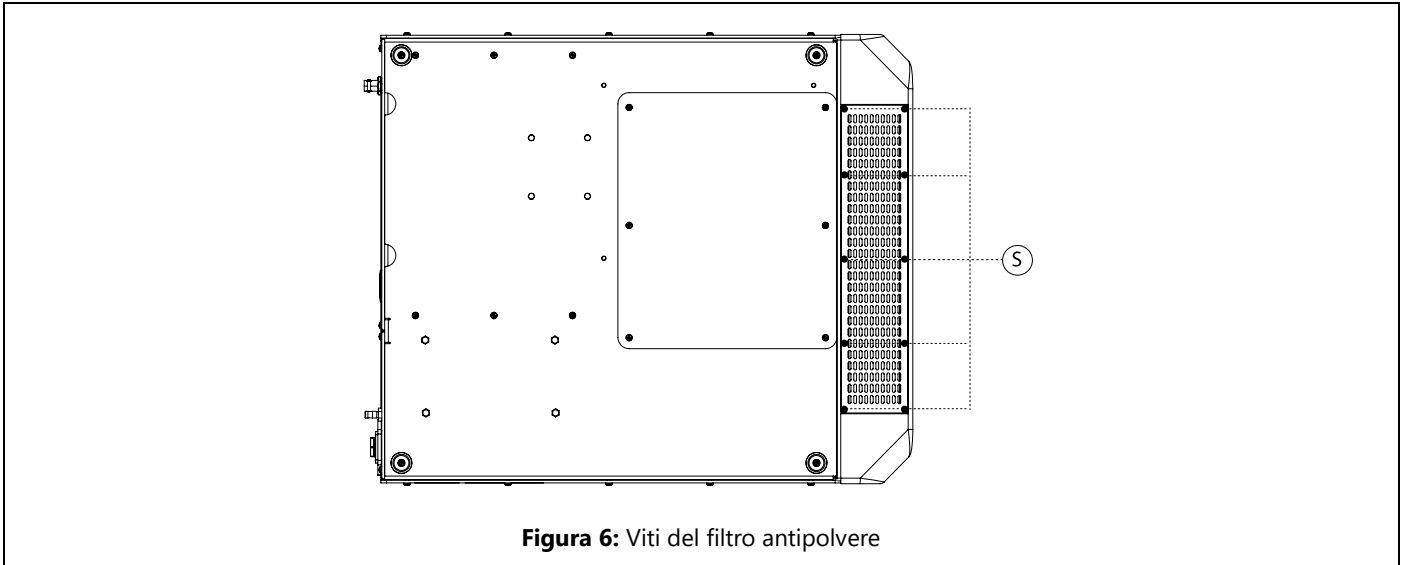

Figura 6: Viti del filtro antipolvere
4. Rimuovere gli elementi di supporto del filtro antipolvere, svitando le viti S (Figura 6). Ripetere l'operazione per tutti i filtri antipolvere di GI Genius™ Module;
7. Riposizionare il filtro antipolvere nel supporto, quindi serrare le viti S (Figura 6). Ripetere l'operazione per tutti i filtri antipolvere di GI Genius™ Module.